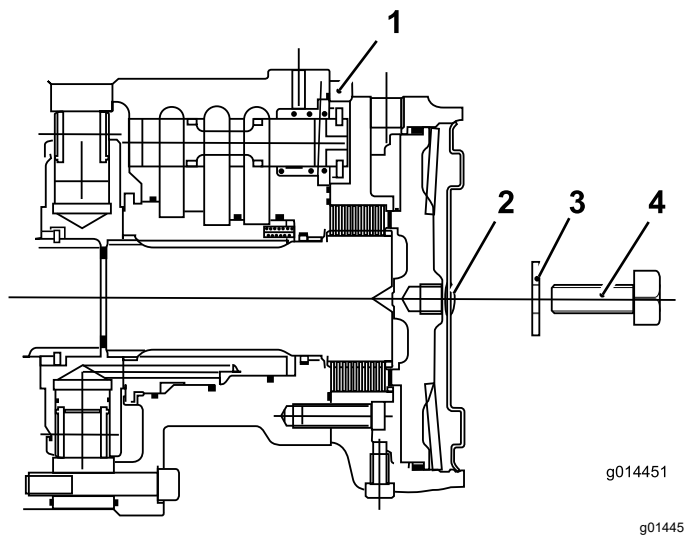

**Figura 48**
1. Rimuovete il bullone (12 x 40 mm) e la rondella (12 mm) dal foro al centro della piastra terminale del motore (Figura 48).